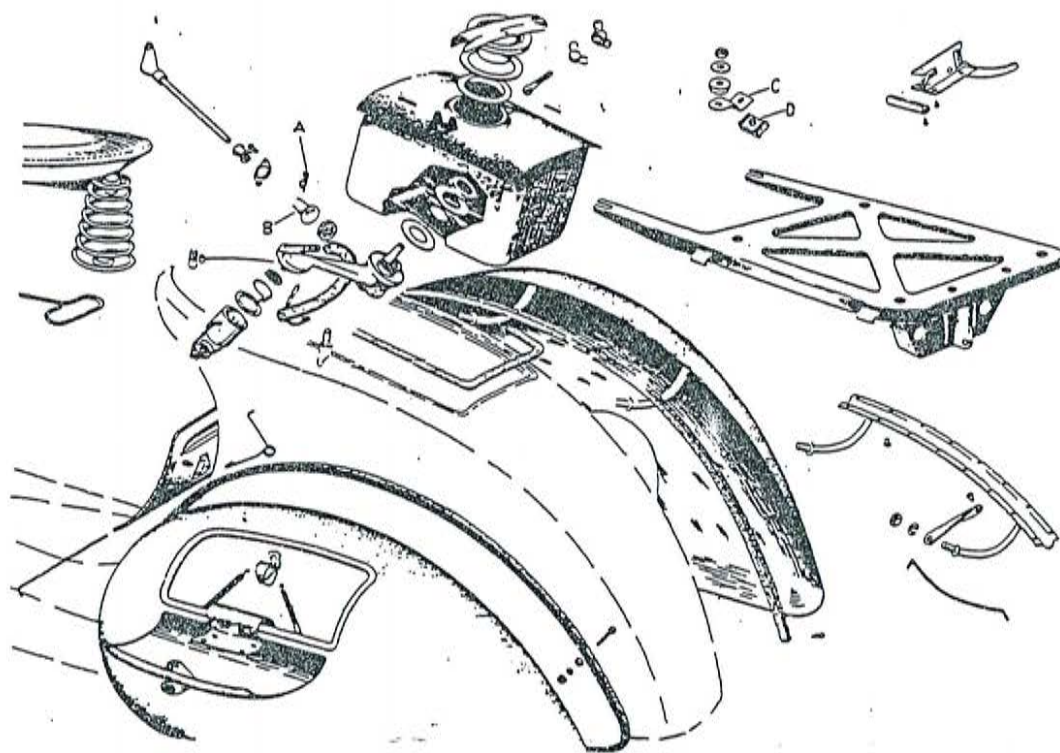

Fig. 28 - Parte posteriore moto - Schema di montaggio gruppi vari
Per poter smontare il **serbatoio**, occorre anzitutto chiudere il rubinetto miscela facendo ruotare verso sinistra l'asta di comando. Manovrando entro l'alloggio del carburatore, sfilare lo spillo «A» che blocca l'asta comando rubinetto miscela al coperchietto distributore «B» (fig. 28)
- chiave da 10 Per separare il **cofano** dal telaio della moto, occorre aver tolto il serbatoio. È sufficiente svitare i due dadi che bloccano le cerniere sui bracci curvi della traversa fissata mediante ribattini al cofano motore (vedi fig. 28).